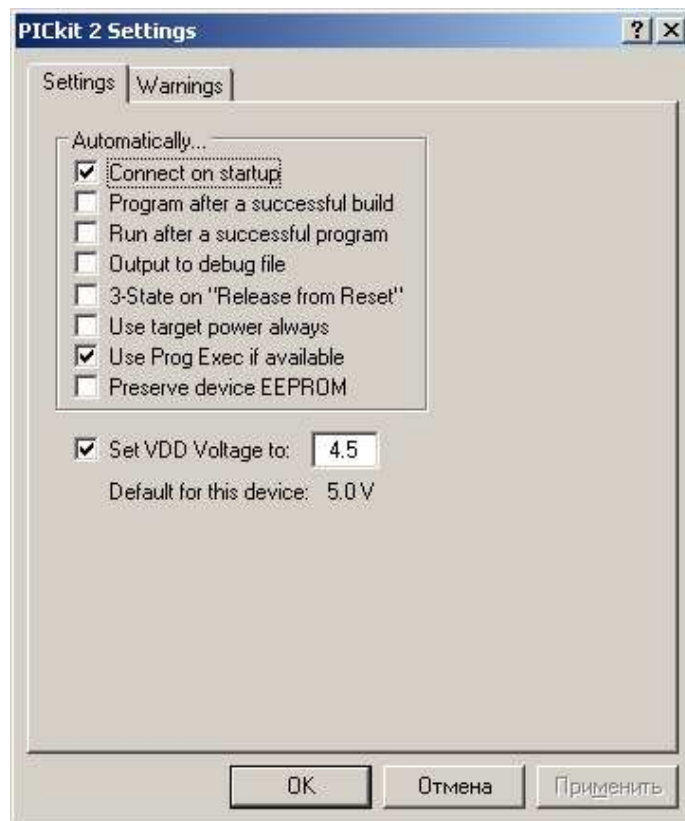

Рисунок 4.8
2. В меню **Debugger** → **Settings** поставьте галочку напротив **Connect on Startup** - активирование функции автоподключения (рис.4.8)